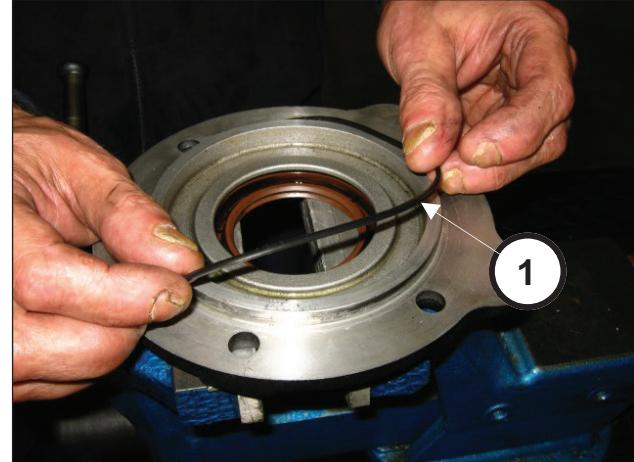

Fig. 92
Colocar la junta tórica en la tapa del piñón (pos. ①, Fig. 92).